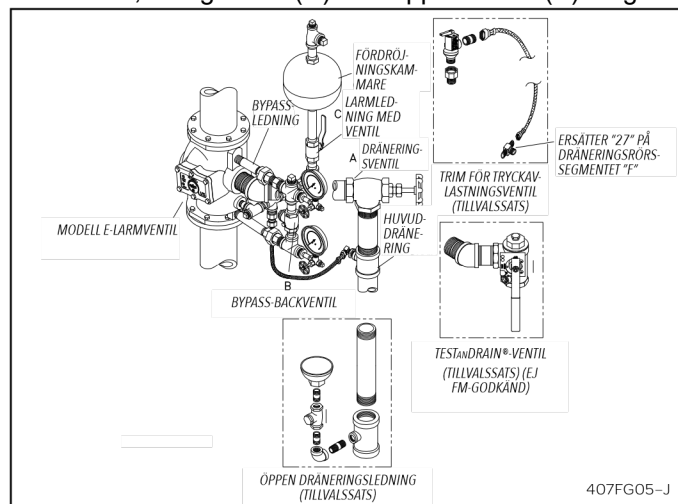
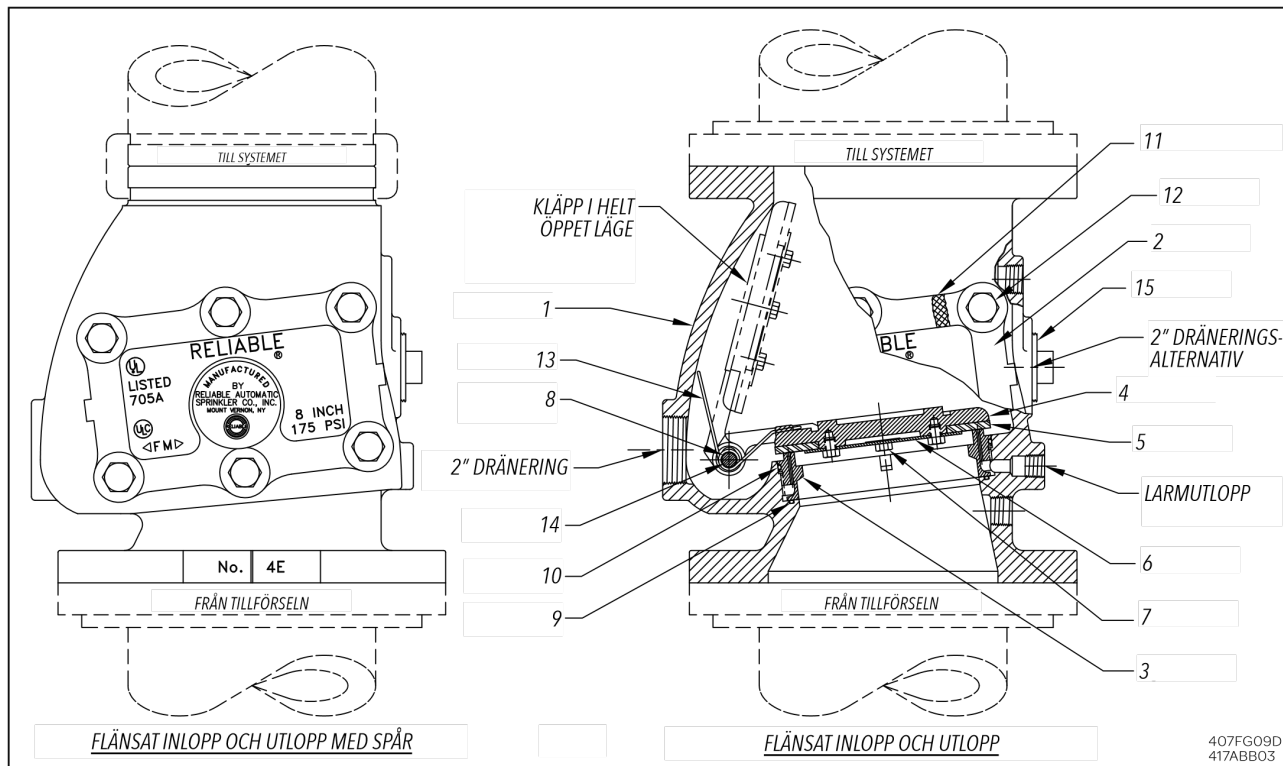

Fig. 7 – E3-vertikalt Trim
Fig. 9
1. Bypassledningen, fig. 7, med backventil (B) tillåter tryckstöt att passera från tillförsel till systemsidan av larmventilskläppen utan att lyfta upp kläppen från sitt säte. Upprepade tryckstötter bygger upp ett effektivt överskottstryck i systemet, som stadgar
Tester (se fig. 7 och 8)
1. Öppna ventil (A), fig. 7, för att dränera den, vilket bör spola bort alla lösa ämnen som fastnat i larmventilsätet. Stäng ventilen och se om vattenflödet upphör.
Enhet: Artikel 5, fig. 9.
- 3) "O"-ringar för säte: Artikel 9 och 10, fig. 9.
- c. I båda fallen (a eller b), dränera systemet genom att öppna ventil (A), fig. 7 och 8. Ta bort kåpan (2), fig. 9, axelrörspuggen (14), gångjärnstappen (8) och kläppenheten (4).
- 2) Ta bort "O"-ringarna, artiklar 9 och 10, fig. 9. Rengör "O"-ringsspåren och tätningssytorna noggrant. Kontrollera ev. skador eller främmande ämnen.
- 3) Sätt tillbaka locket (2) och kontrollera att lockpackningen (11) sitter rätt och att bultar och muttrar är ordentligt åtdragna.
- 4) Stäng dräneringsventilen (A), fig. 7. Öppna huvudreglerventilen långsamt. Säkerställ att
Falsklarm orsakas i allmänhet genom tryckstötter i vattentillförseln och kan inträffa om systemet förlorar sitt effektiva övertryck (se "Drift"). Liknande avläsningar på tryckmätarna för system och tillförsel är ett tydligt tecken på att övertrycket har förlorats. En eller flera av följande kan bidra till förlust av tryck – Läckande dräneringsventiler i systemet, läckage vid larmventilsätet (3), fig. 6, läckage mellan kläppen (4) och gummiinfodringen (5) eller läckage i bypass-backventilen (B), fig. 7.